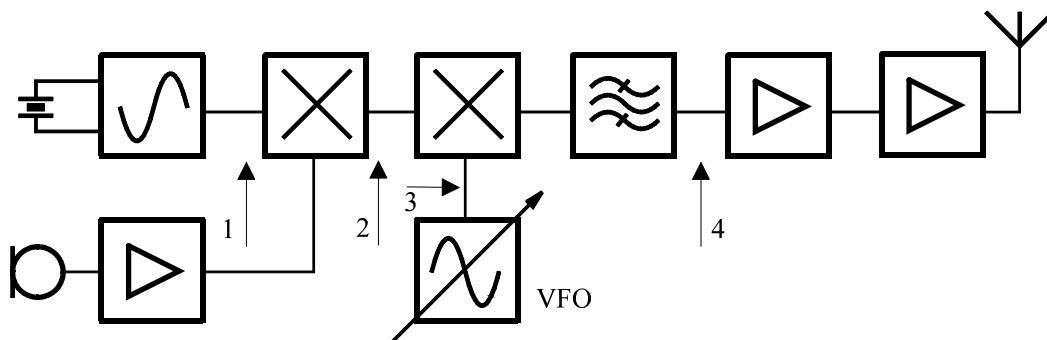

Figure 6.5 Exemple d'émetteur AM, et emplacement possibles pour des étages tampons.
- 6.5 * Un étage tampon ou *buffer* est un étage d'amplification, souvent avec un gain unitaire (sans amplification). Il permet très généralement de séparer une fonction d'une autre. La *Figure 6.5* présente quelques exemples. Le schéma représenté est celui d'un émetteur AM. Un oscillateur à quartz attaque un modulateur. Suivant la configuration du circuit, il serait possible que le signal BF dans le modulateur influence l'oscillateur et cause ainsi une variation de fréquence non désirée de ce dernier. Pour éviter ceci on placera un étage tampon en « 1 » qui séparera l'oscillateur du modulateur.